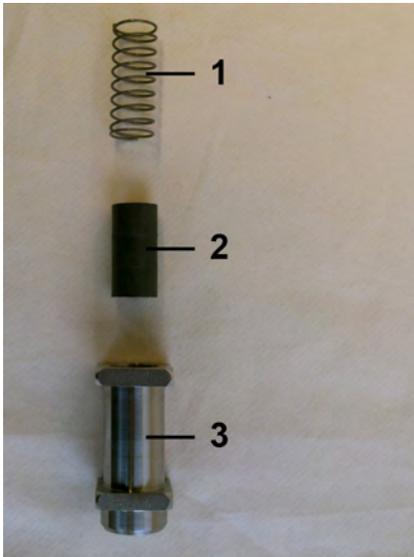

Abb. 39: Feder, Magnete und Schwebekörper
5. ▶ Feder (Abb. 39/1), Magnete (Abb. 39/2) und Schwebekörper (Abb. 39/3) als Innenteile des Strömungswächters